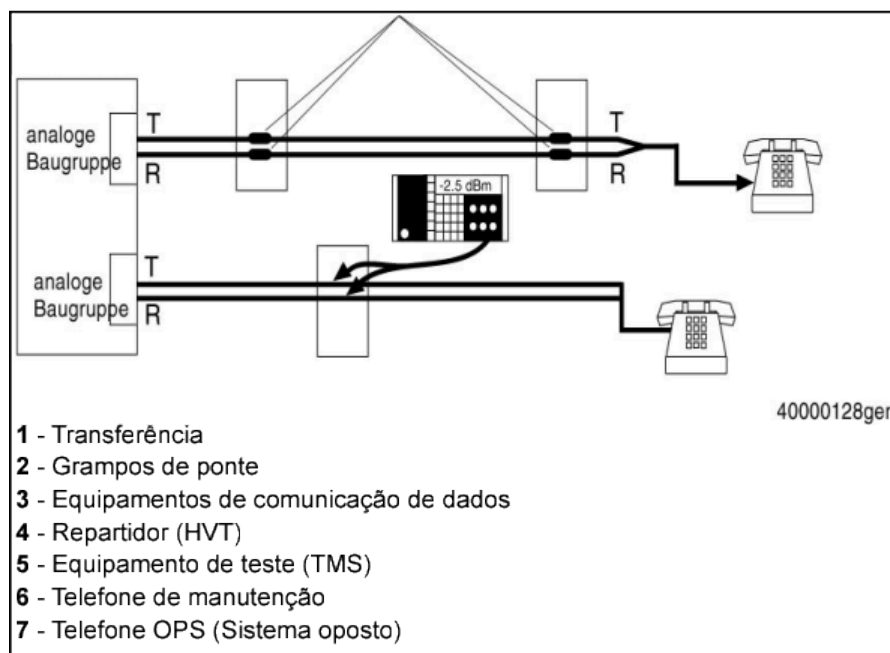

Figura 244: Disposição de teste para medições ERL/SRL em linhas OPS
- 4) Ligar o equipamento de teste (TMS) ao acesso correspondente no telefone de manutenção (Figura 244: Disposição de teste para medições ERL/SRL em linhas OPS na página 314).